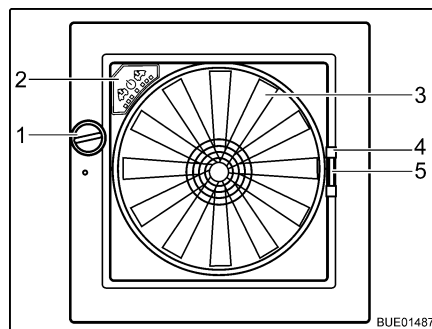

Fig. 85 Lanterneau Omni-Vent
- Tourner le bouton rotatif (Fig. 85,1) jusqu'à ce que l'angle d'ouverture désiré soit atteint.
- Tourner le bouton rotatif (Fig. 85,1) jusqu'à ce que le lanterneau soit entièrement fermé.
- Tirer la moustiquaire par la poignée (Fig. 85,4) vers le côté de cadre opposé.
- Presser la poignée (Fig. 85,5) du dispositif occultant.
- Ventilateur** Quand le lanterneau est ouvert, l'espace intérieur peut être ventilé et aéré avec un ventilateur à 6 niveaux de puissance (Fig. 85,3). La commande du ventilateur s'effectue sur son panneau de commande (Fig. 85,2).